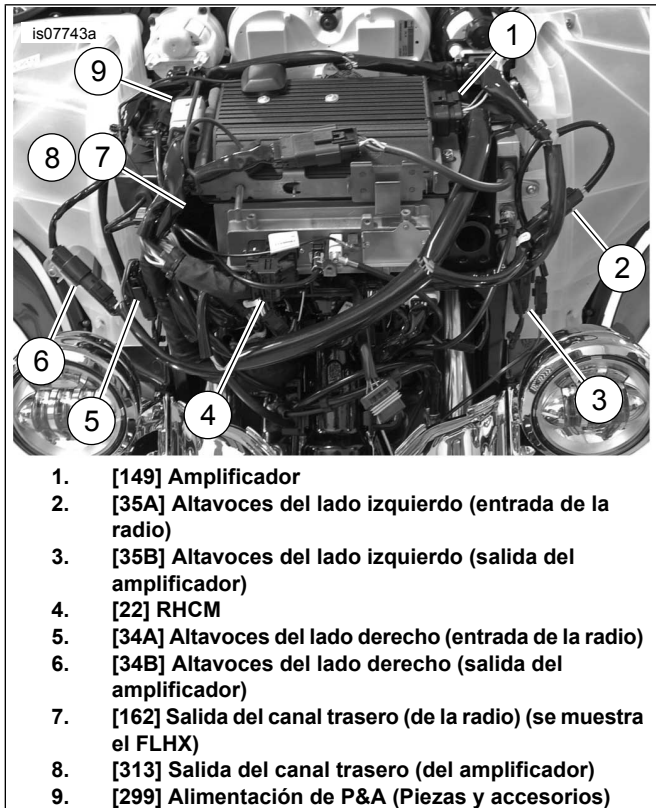

Figura 10. Conexiones del mazo de cables
4. Vea la Figura 10. Coloque el mazo de cables como se muestra y conecte los conectores. Las conexiones para [162] y [313] se detallan en las siguientes notas.
- Si este amplificador se utiliza con un secundario para habilitar seis u ocho altavoces, vea los detalles de conexión de los conectores [162] y [313] en Tabla 1 y Tabla 2, y en el kit 76000280. FLHX(S) [162] (F) una salida de canal trasero Molex de 4 vías de la radio. Se utiliza para la salida de los altavoces sin amplificador. Vea Figura 8. No se usa con amplificador principal, se usa para la ENTRADA del amplificador secundario. Vea Figura 10. FLHTC/FLHTK/TRIKE [162] (R) una salida de canal trasero Molex de 16 vías de la radio. Contiene todos los cables de la cápsula de altavoces traseros. Instala 69200714 para usarlo con amplificadores (consulte el paso 7). Amplificador de fuselaje [313] una salida de canal trasero Molex de 4 vías del amplificador principal, se puede usar para los altavoces de la alforja, cápsulas traseras o partes inferiores del fuselaje. Reservado para las partes inferiores del fuselaje cuando se usa en modelos de seis u ocho altavoces.